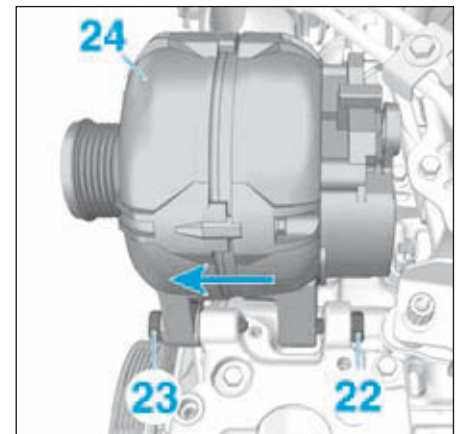

FIG.10
- Desserrer la vis (22) de quelques filets (Fig.10).
- Déposer la vis (23).
- Coulisser et déposer, par le dessus, l'alternateur (24).